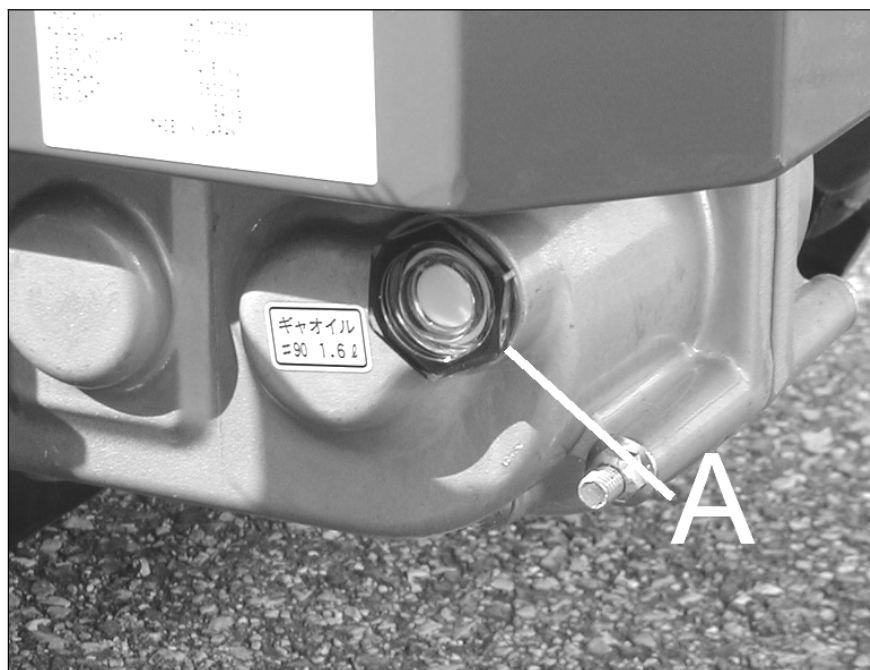

Figure 9
- La machine à l'arrêt depuis plusieurs heures sur un sol plat et de niveau, le niveau d'huile doit affleurer le niveau supérieur de l'orifice qui sert de remplissage d'huile (figure 9, repère 1). Si ce n'est pas le cas, rajoutez de l'huile pour transmission 80W90 API GL4, API GL5.